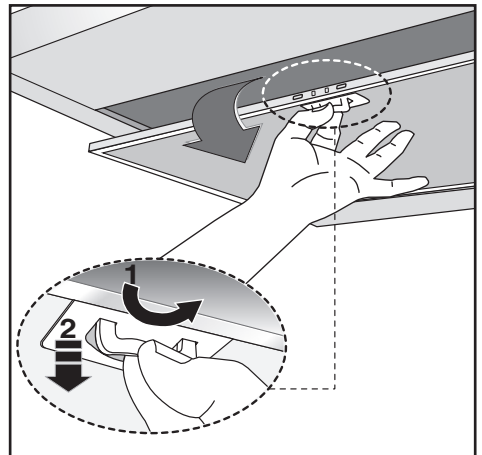

Fig.5
- Minimums distancen mellem kogeoverfladen, målt fra selve kogepladerne, og den nederste del af emhætten, skal være mindst **65 cm**. Hvis der anvendes et forbindelsesrør bestående af to eller flere dele, skal den øverste del placeres udenpå den nederste. Tilslut ikke udledningen fra emhætten med et rør, hvori der cirkulerer varm luft eller som anvendes til at udlede røg fra apparater, der ikke bruger elektrisk energi. Inden man begynder monteringen fjernes filtret (Fig.5) for at gøre håndteringen af apparatet lettere.